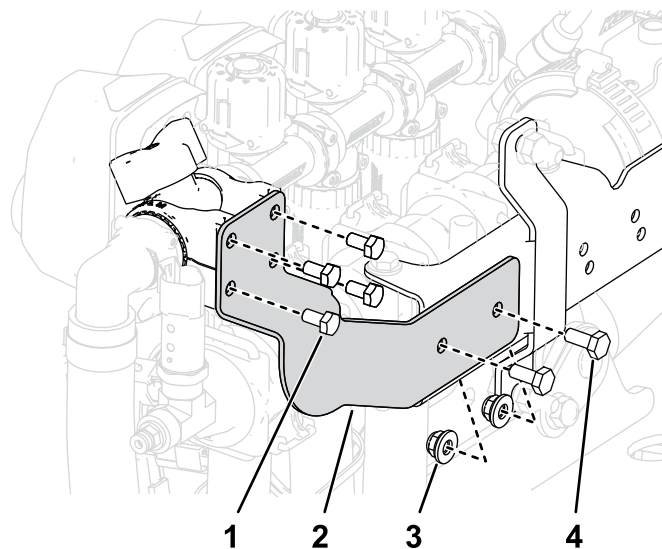

Figura 24
1. Retire la escuadra existente de la válvula de control y retire la válvula de control existente (Figura 24).